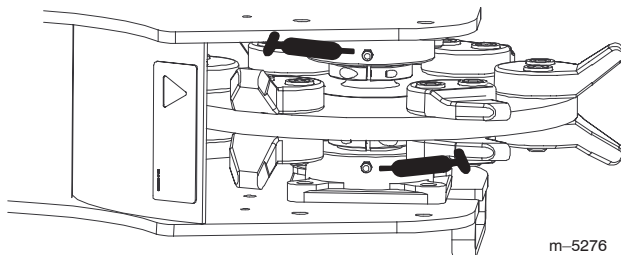

Figure 9
2. Raccordez une pompe à graisse à chaque graisseur (Fig. 9).